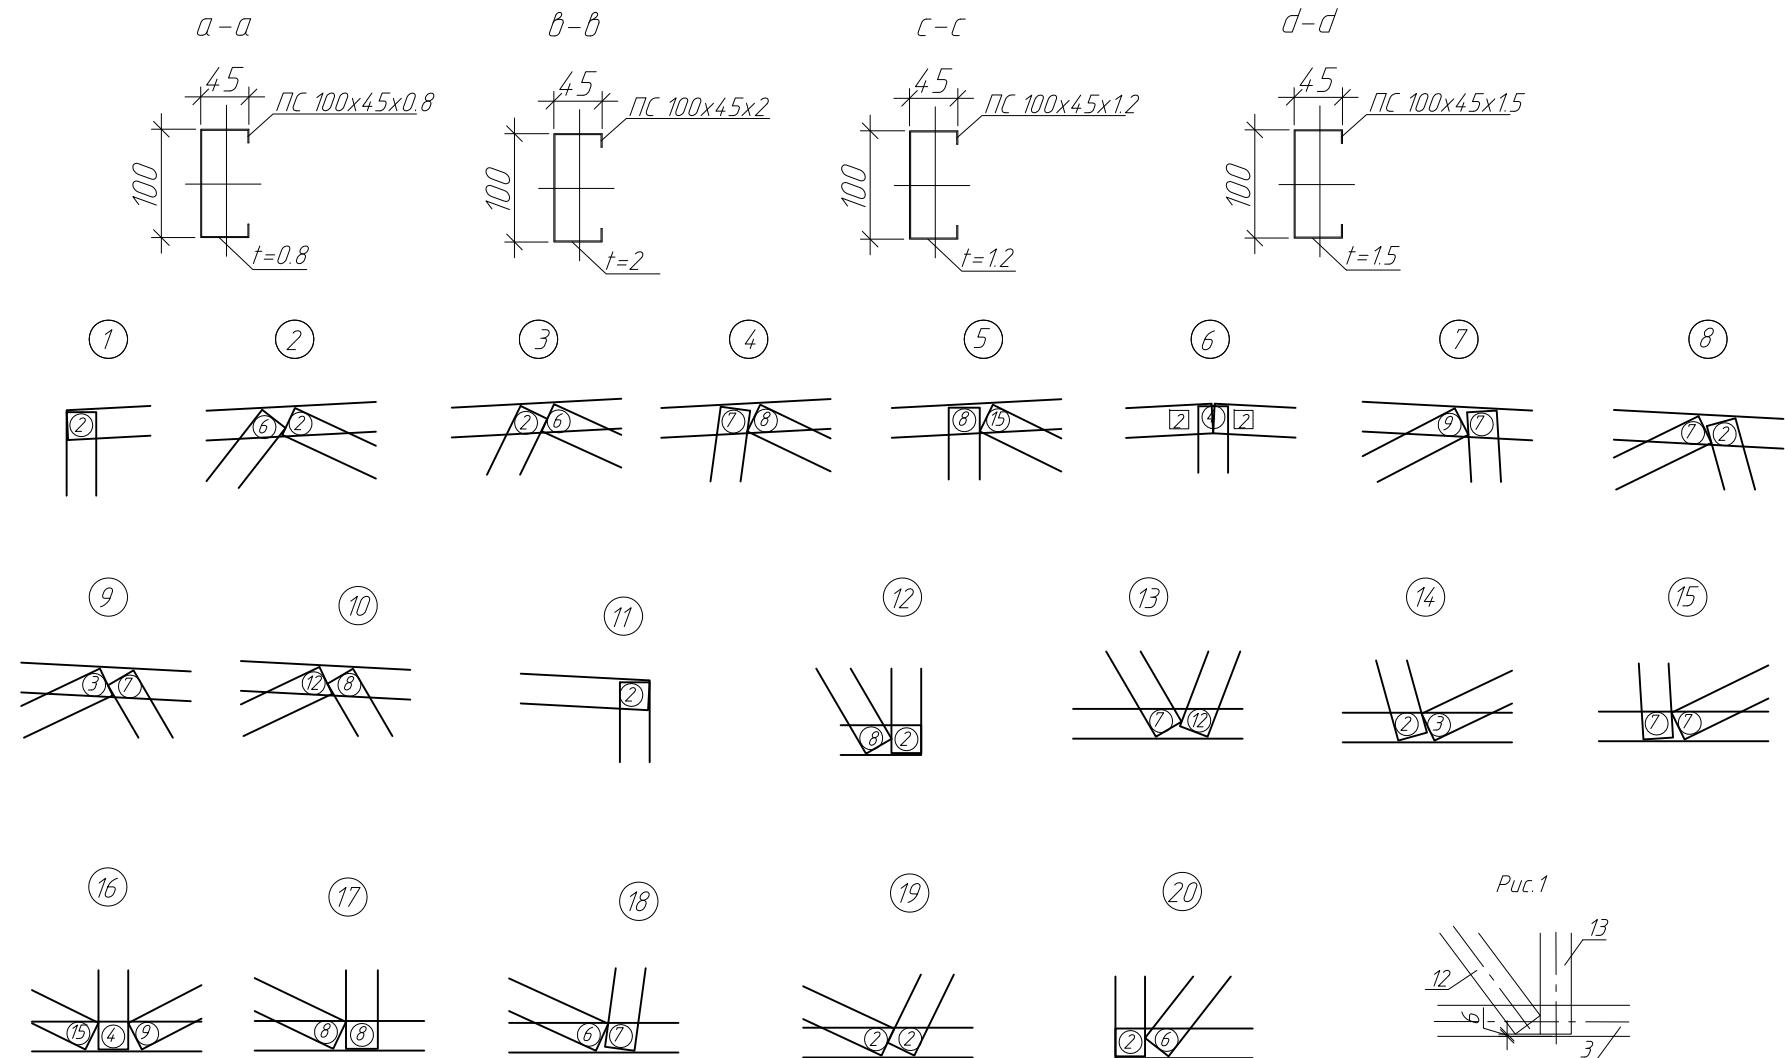

Рис. 1
4. При креплении раскосов отступ от краев поясов принимать тол. 6мм (рис. 1).
4. При креплении раскосов отступ от краев поясов принимать толщину 6мм (рис.1)
4. При креплении раскосов отступ от краев поясов принимать толщину бмм (рис.1)